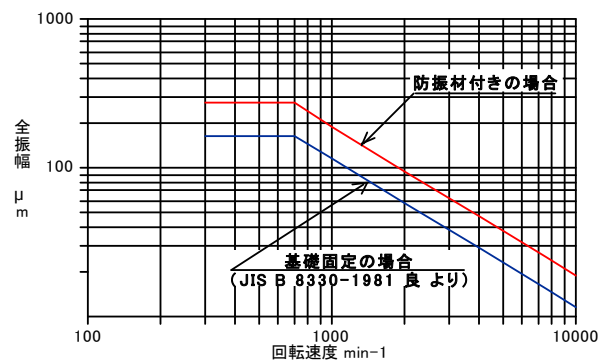

図 15 振動状態の参考判定基準
- (2) Vベルトは、摩耗してきたり、傷んだらお取替えください。Vベルトの寿命（交換時期）は、使用される環境（温度・湿度・太陽光・粉塵等）や条件（伝達動力・起動回数等）により変わりますが、一般空調送風機の場合の目安は1年です。
- (3) Vベルトは、使用中に伸びますので、定期的に張りをチェックしてください。この伸びは特に新しいVベルトで運転初期に大きく発生しますので、運転開始後10～50時間で張りを調整してください。調整は **5** 据付の第4項“Vプーリの心出しとVベルト調整”の項を参照ください。
- (4) 軸受許容温度は、一般的には室温+40℃以下かつ80℃以下です。温度が軸受許容温度を超えている場合は、運転を停止して点検してください。
- (5) 軸受箱の音や振動は、運転開始数日後の状態を基準として、判断してください。
- (6) ファンが正常で、据付、ダクト配管工事が正しく施工されている場合の振動の基準値を図15に示します。振動や音が大きい（または平常時の値が変わった）場合は、Vプーリの心出しとVベルトの調整、ダクト配管の無理、取付ボルト・基礎ボルトのゆるみ、羽根車へのダスト付着、軸受の損傷、異物の吸込などが原因と考えられますので点検してください。
- (7) 低温の空気を吸込む場合、常温空気の場合に比べ、電流値が増加しますのでご注意ください。